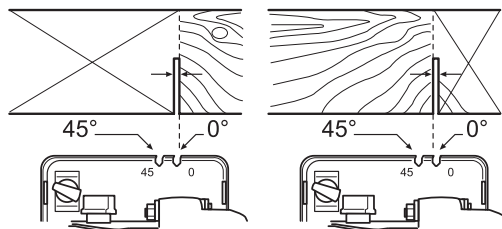

Fig. 9
1. Cortar na direcção da fibra da madeira sempre que possível para evitar encravar a lâmina da serra (18) e desfiar os bordos.
2. Ter em consideração o fio de corte ao cortar ao longo de linhas de corte marcadas. Não corte directamente sobre a linha, mas junto a ela (Fig. 9).